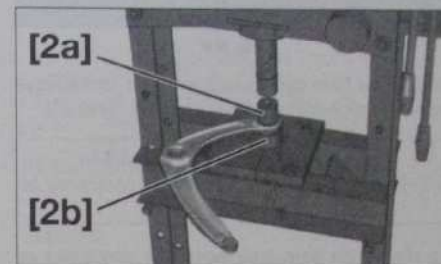

Fig. 23
- Positionner le bras inférieur sur une presse munie d'une cloche d'appui [2a] et d'un tampon de montage [2b] adaptés (Fig.23).